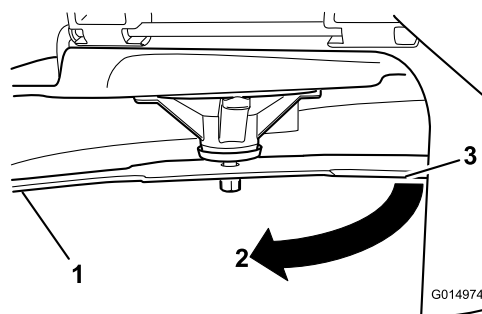

Figura 54
4. Rode a mesma lâmina 180 graus para que a extremidade de corte oposta fique na mesma posição (Figura 54).